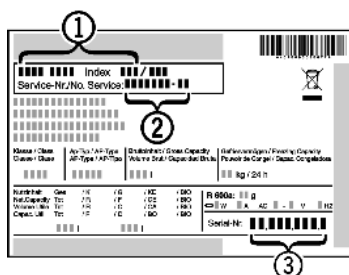

Fig. 11
▶ Apparaataanduiding Fig. 11 (1), service-nr. Fig. 11 (2) en serie-nr. Fig. 11 (3) van het typeplaatje aflezen. Het typeplaatje bevindt zich aan de linkerkant binnen in het apparaat.
- ▶ Contact opnemen met de Technische Dienst en het probleem, apparaataanduiding Fig. 11 (1), service-nr. Fig. 11 (2) en serie-nr. Fig. 11 (3) mededelen.